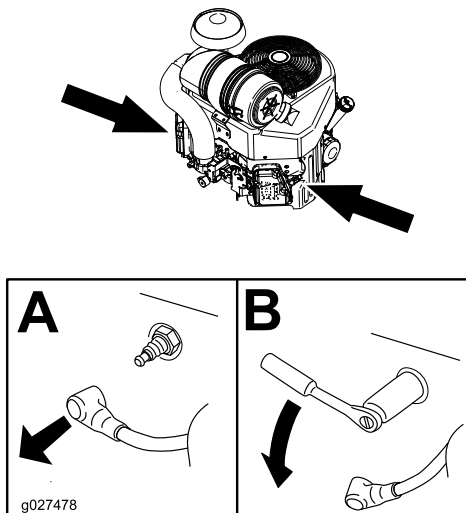

Figura 33
3. Localize e retire a(s) vela(s) de ignição como se mostra em Figura 33.